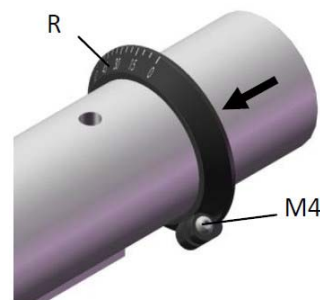

Abb. 19: Justierring montieren
Schritt 4: Den Justierring R am Arm befestigen und mit Schraube M4 (Abb. 19) vorläufig sichern.